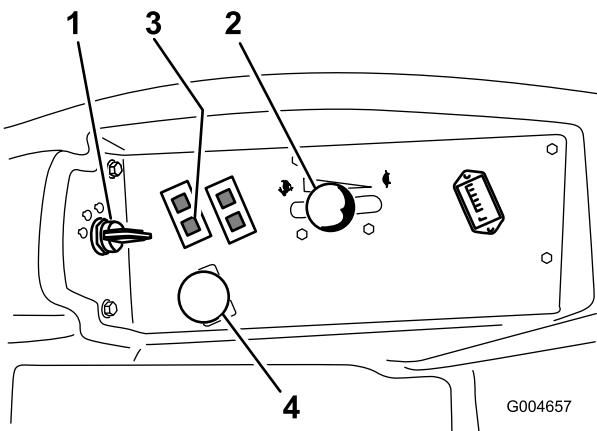

図 18
- PTO スイッチをOFF 位置とする(図 18)。
- スロットル・レバーを Fast と Slow の中間にセットする(図 18)。